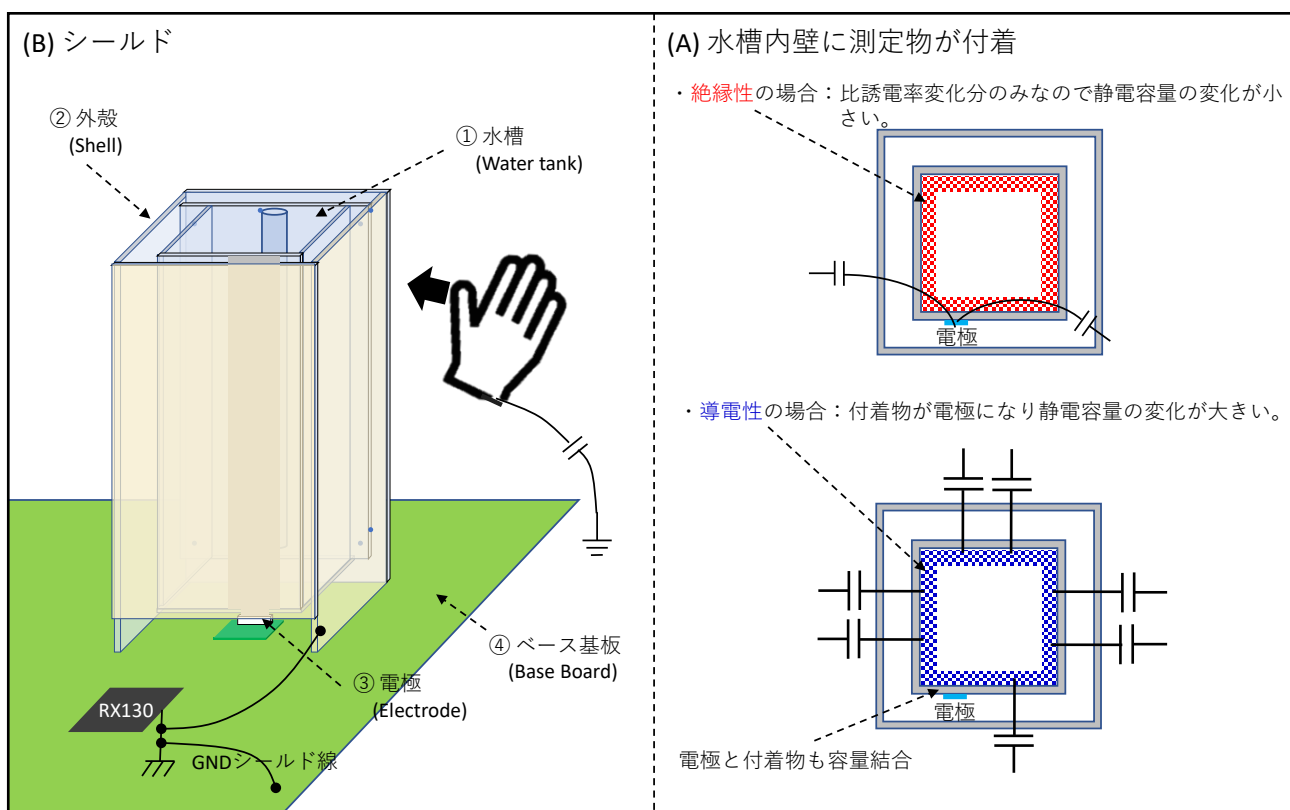

Figure 5-1 水位計測の注意とシールドについて
一般的に電極の静電容量は、電磁界が一定であれば電極周囲を取り巻く物質の比誘電率に依存して変化しますが、測定物が導電性の場合は測定物自体が電極として機能することで、絶縁物質とは異なる挙動をするため注意が必要です(Figure 5-1 の(A))。具体的には、水槽内壁の水位より高い位置に水膜や水泡が付着することで、付着位置を水位とした計測結果になる場合があります。通常の水は不純物を含むため本資料では導体として扱います。
静電容量方式センサによる正しい計測のためには、電極の受ける計測物以外からの影響を遮断しなければなりません。本デモセットではシールド効果を確認するために「右側の水槽外殻への導体シート」と「ベース基板への導電性マット」を取り付けています。これらとマイコン GND 接続することでシールド効果を確認することができます。(Figure 5-1 (B))